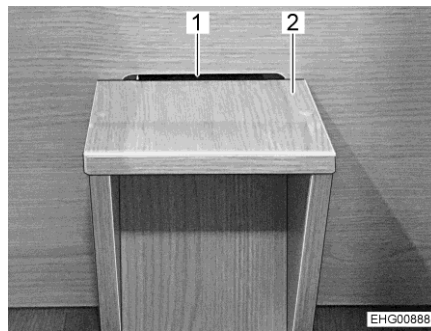
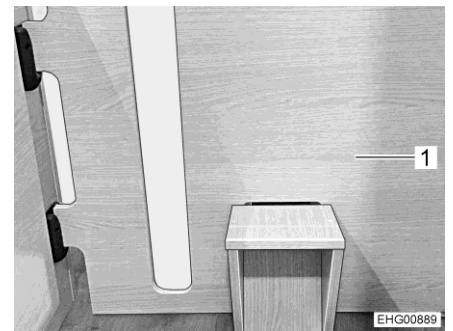

Fig. 50 Elemento para pisar
Fig. 51 Panel separador con elemento para pisar
- Enganchar el elemento para pisar (Fig. 50,2) en el recorte inferior (Fig. 50,1) del panel separador (Fig. 51,1).
- Insertar el panel separador (Fig. 51,1) entre las camas traseras longitudinales. Para ello, enganchar el panel separador en la segunda posición (visto desde la cocina integrada).